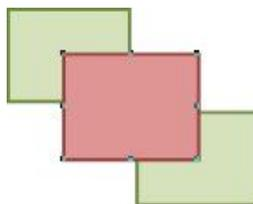

Рисунок 269 – Команда «На передний план»
**Команда «На передний план»** помещает выделенный элемент поверх других элементов (рисунок 269).